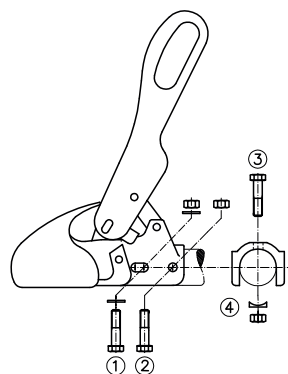

Figura 3
entre orificios de 40 mm. (Figura 3) El material de fijación no pertenece al volumen de suministro.
2.2 Cuando el enganche esférico de tracción WS 3000/3500 se emplea como sustituto de otro tipo de enganche, en la instalación de inercia se debe observar, que el amortiguador vuelva a ser montado reglamentariamente y los tubos distanciadores eventualmente existentes en el tubo de tracción sean enhebrados correctamente. Como elemento auxiliar en el WS 3000-D por favor emplear el perno suministrado $\varnothing 12 \times 34$ mm o $\varnothing 12 \times 49$ mm según el diámetro de la barra de tracción. En el WS 3500-D $\varnothing 14 \times 63$ mm. Como elemento auxiliar emplear por favor el perno suministrado de $\varnothing 12 \times 34$ mm o $\varnothing 12 \times 49$ mm según el diámetro de la barra de tracción. Emplear el perno como extractor durante el desmontaje del tornillo de fijación (2) o (3) (Figura 3) según el tipo de fijación del amortiguador y dejarlo colocado durante el desmontaje/montaje del enganche esférico de tracción para el centrado del amortiguador en el tubo de tracción. Al colocar el nuevo tornillo de fijación, volver a retirar el perno.